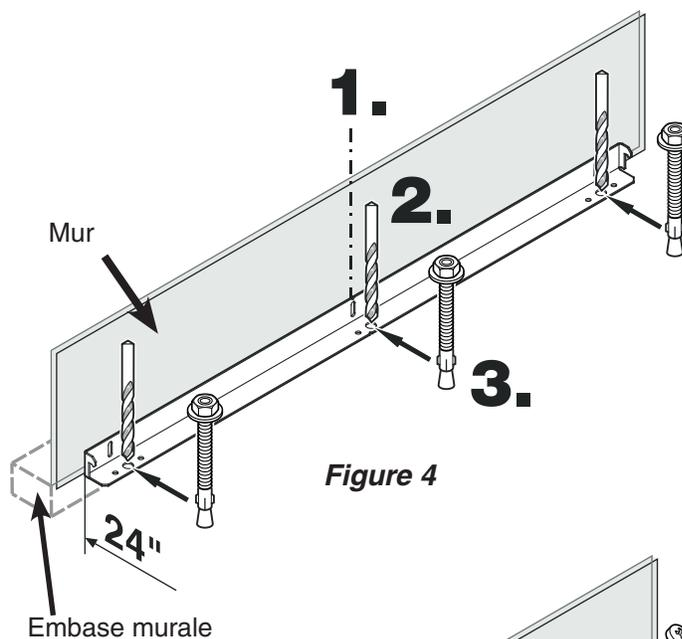

Figure 4
## Montage du dispositif antibascullement sur un sol en béton - Figure 4 - 5
2. Percer un trou de 3/8 po de diamètre dans l'une des positions représentées à la **Figure 4** en utilisant une mèche au carbure.